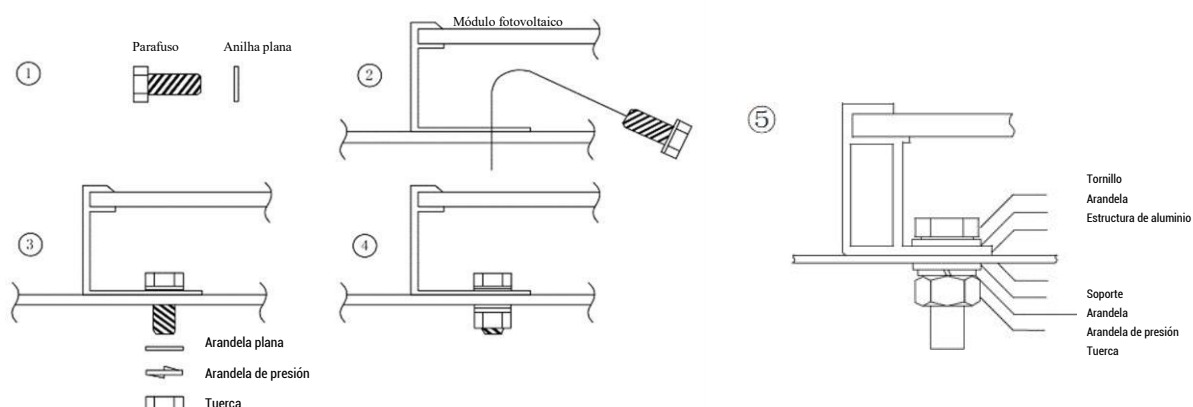

Figura 4
- El método y las especificaciones de los fijadores se indican en la **Figura 4** a continuación:
Figura 3 I-A Cuatro orificios interiores (orificios de 1150 mm), canales de montaje paralelos a la estructura larga	Figura 4 I-B Cuatro orificios interiores (orificios de 1150 mm), canales de montaje transversales a la estructura larga